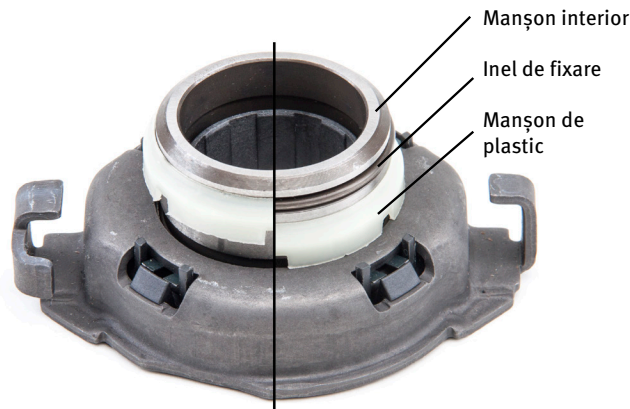

Fig. 3: Inelul de siguranță este pretensionat (stânga) sau deblocat (dreapta) de manșonul de plastic
3. După montarea cutiei de viteze, rulmentul de debreiere trebuie să fie blocat pe poziție față de placa de presiune prin cu ajutorul pârghiei de debreiere. Pentru a face posibilă executarea acestui lucru din exterior, acesta este echipat cu un inel de siguranță. Un manșon de plastic menține acel inel pretensionat (Fig. 3, stânga). În momentul în care rulmentul de debreiere este presat pe placa de presiune, manșonul interior glisează în deschizătura arcului cu diafragmă. În acest timp, manșonul de plastic rămâne pe poziție și deblochează inelul de siguranță (Fig. 3, dreapta). Acesta din urmă se cuplează apoi în canelura inelului de susținere a arcului tip diafragmă cu un clic.